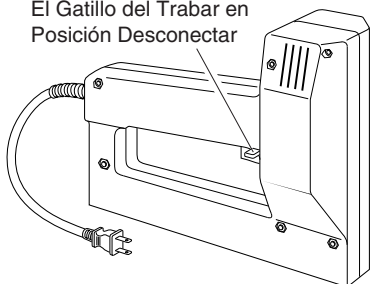

Figura 1
1. Mueva el gatillo del Trabar a la POSICIÓN DE DESCONECTAR (vea Figura 1) y desenchufe la herramienta.